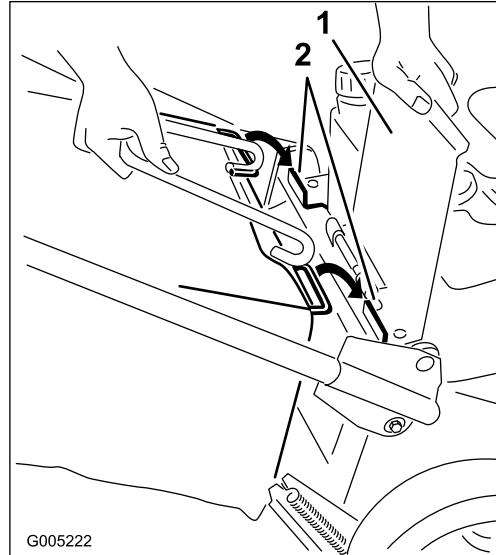

Figura 18
2. Levante y sujeté la puerta trasera (Figura 18).
3. Coloque el marco de la bolsa en las pestañas de soporte (Figura 18).